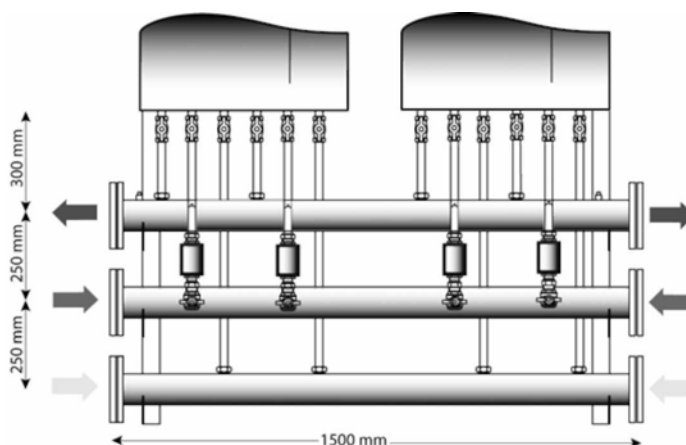
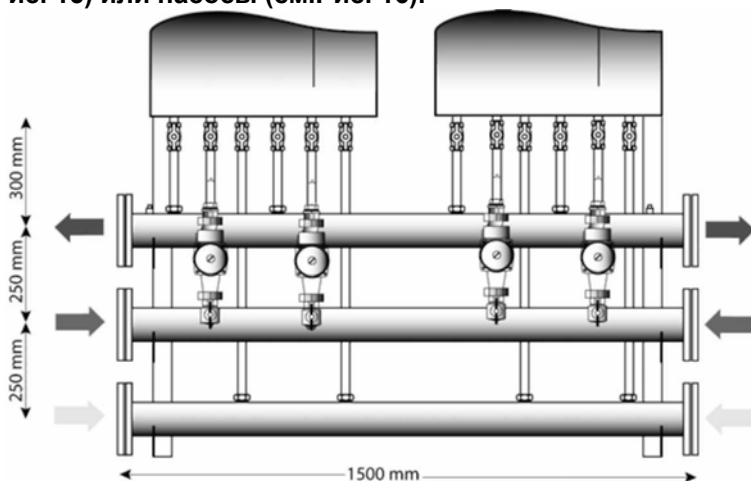

Рис. 15
Рис. 16
На Рис. 15 и Рис. 16 показан набор деталей для двух котлов Caldaría Condensing 100 состоящий из:
**В этом случае также возможно подключение котлов, используя или двухходовые клапаны (см. Рис. 15) или насосы (см.Рис. 16).**